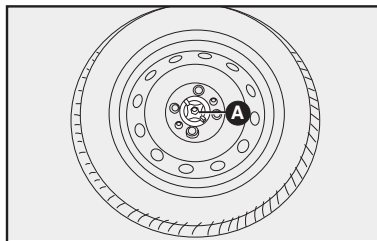

fig. 2
- Afloje el dispositivo de bloqueo **A-fig. 2**, saque la rueda de repuesto.